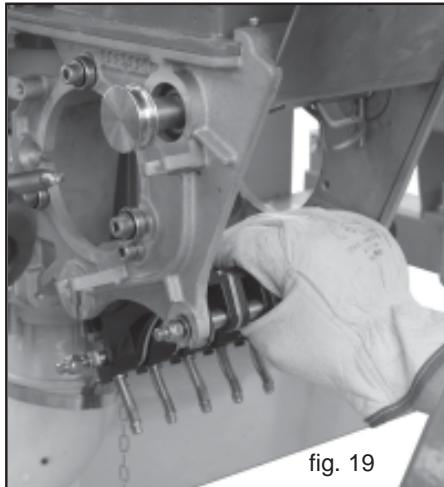
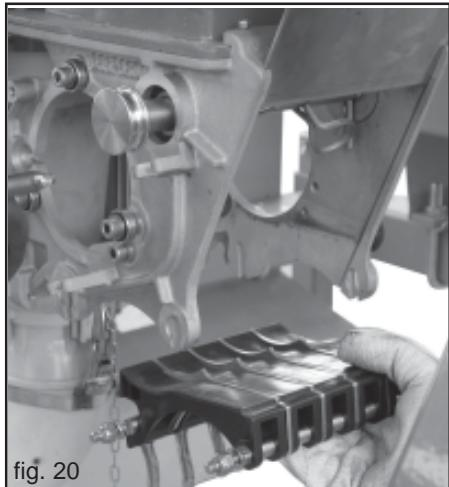

fig. 19
fig. 20
- 3) Extraire le groupe des tâteurs de la partie postérieure (Fig. 19) et extraire ensuite la partie antérieure (Fig. 20).